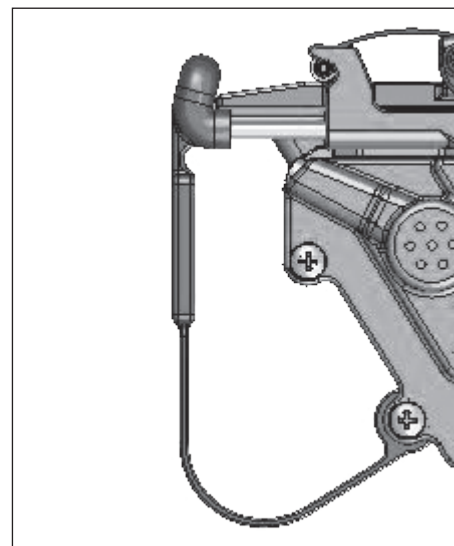

Figure 5 - Embout anti-marques / localisateur de poteaux
EMBOUT ANTI-MARQUES / LOCALISATEUR DE POTEAUX — L'embout anti-marques / localisateur de poteaux est conçu pour éliminer les marques de la pointe de contact (PC) en fil métallique. L'embout anti-marques se retire et s'amarre à l'outil s'il n'est pas requis (voir INSTALLER ET RETIRER L'EMBOUT ANTI-MARQUES / LOCALISATEUR DE POTEAUX) ou lorsqu'on préfère un fraisage un peu plus profond. Glisser simplement l'anti-marque de la PC et l'attacher au poste de rangement sur le chargeur. L'embout fonctionne aussi comme localisateur de poteaux pratique. Pour utiliser l'embout anti-marques / localisateur de poteaux, glisser tout simplement sur la PC des outils (voir la Figure 5).